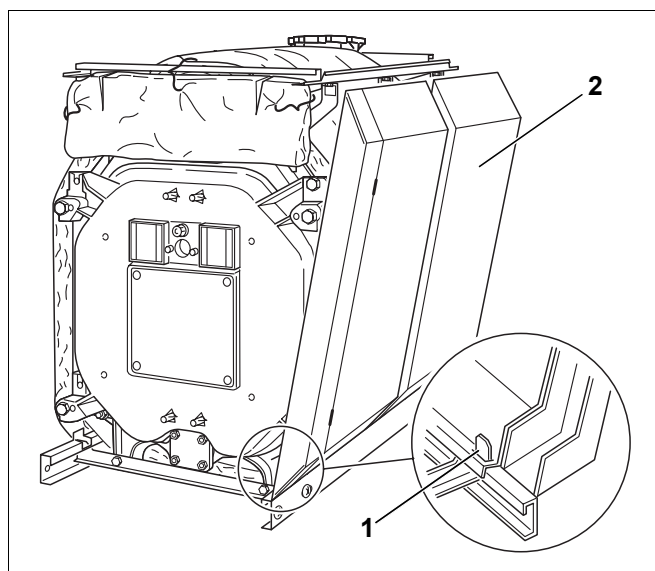

Fig. 50 Aggancio degli elementi della parete laterale
- ▶ Agganciare le pareti laterali anteriori (fig. 50, [2]) a sinistra e a destra in basso, nelle linguette curvate delle guide di zoccolo (fig. 50, [1]), quindi spingere in alto sulla piegatura delle guide longitudinali.